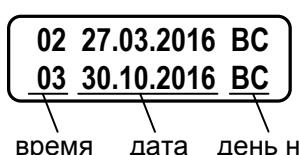

Рис.7. Вид окна дат перевода на «зимнее» и «летнее» время.
**Летн./зимн. время в году** и дважды нажав кнопку  . На экране ТВ будут отображаться данные, показанные на рис.7.